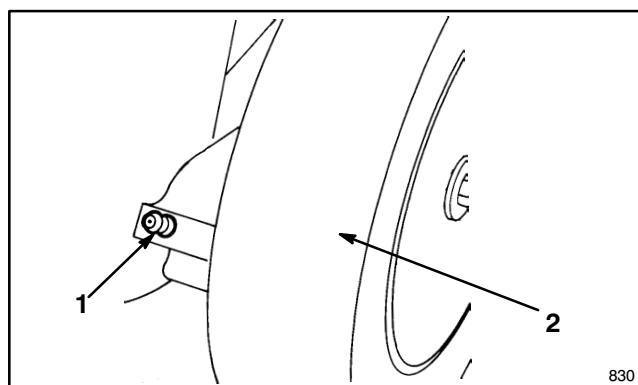

Abbildung 29
2. Hebel der Schnithöheninstellung am Hinterrad auf Stufe "2" stellen. Alle Schmiernippel mit einem Lappen sauberwischen (Abb. 29). Eine Fettpresse ansetzen und in jeden Nippel zwei bis drei Hübe Mehrzweckfett #2 auf Lithiumbasis einpressen.